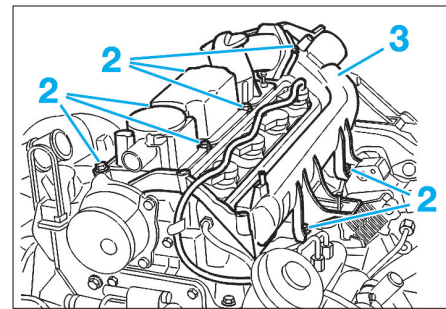

Fig. 28
- les vis (2) (Fig.28),
- le collecteur d'admission (3).